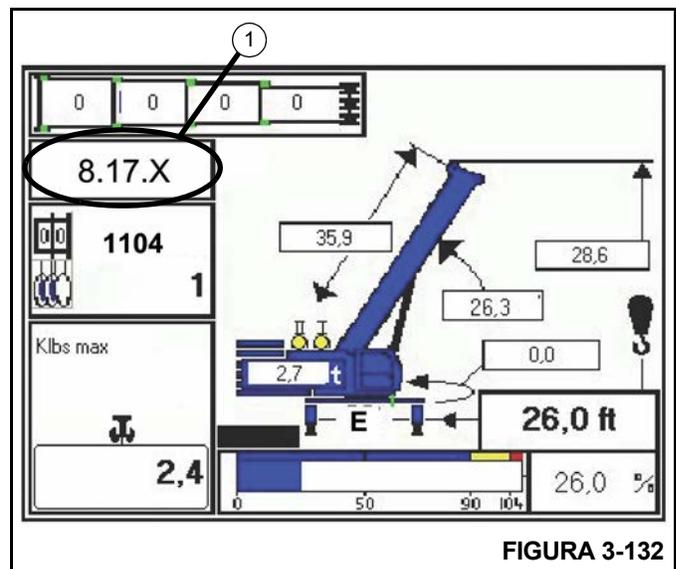

FIGURA 3-132
Al oprimir la tecla de entrar dos veces, el operador confirma el código de aparejo. Si un estabilizador llegara a estar fuera del $\pm 3\%$ de tolerancia, se visualizaría un código de error; consulte *Pantalla de códigos de error*, página 3-138 y la Figura 3-132 (1).
Si un estabilizador no está en la posición correcta de acuerdo al código de aparejo seleccionado, la confirmación del código de aparejo todavía estará disponible, sin embargo, el código de error correspondiente se visualizará en la vista de funcionamiento (1, Figura 3-132).